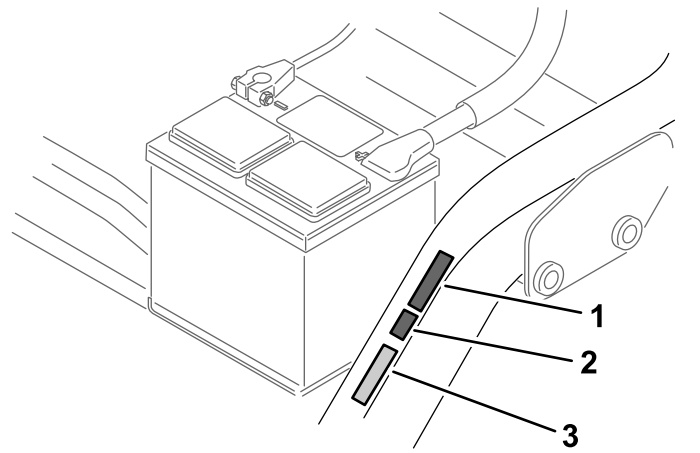

图 14
- 将 CE 标贴粘贴在序列号牌旁边 图 14。
- 将 CE 生产年份标贴粘贴在 CE 标贴旁边 图 14。